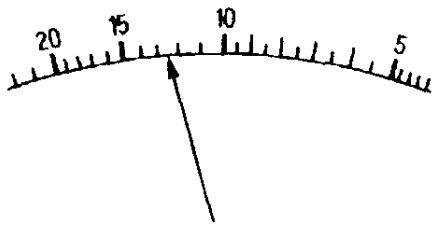

图 1-1-5 万用电表阻值的读取方法
③检测方法要合理。不要用手同时接触电阻器的两根引线, 以免因人体分流作用而使检测值小于它的实际值。原因是此时电表测量的是人体与电阻的并联值, 因此, 所要测的电阻器的阻值越大(如为几千欧), 精确度也就越差。测量几欧姆的小电阻时, 尤其要求表笔与电阻引脚(线)接触良好。测量几千欧的大电阻时, 手不要接触电阻器的任何部位, 要放在桌子上进行测量。若电阻器引线表面上有绝缘物(如氧化物、油漆等), 应把这些附着物刮掉后再进行测量。
④读数要准确。测量时, 万用电表应水平放置在桌面上, 两眼应位于电表指针的正上方; 如果表盘内有一弧形的反光镜, 当看到指针与其镜中的影像重合时, 方可读数, 然后, 再把读数乘以所选用的欧姆挡量程值, 就可得到电阻的测量值。若指针指在两条刻度线之间, 此时不仅要将最靠近指针右端的刻度线处的刻度值读出, 而且还应估计一下两条刻度线之间的数值。指针越靠近刻度间的左端, 读数应越大, 若指针指向刻度间的中间时, 应读作比该刻度间的值的 $1/2$ 小一些。例如: 对于图 1-1-5 所示, 若所用量程为 $R \times 10$ 挡, 则可读作 $12.4 \times 10 = 124\Omega$ 。